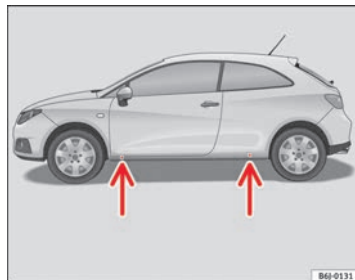

Fig. 137 Points d'appui du cric
- Cherchez sur le bas de caisse le point d'appui le plus proche de la roue à changer ⇒ fig. 137.
Des empreintes sur le bas de caisse à l'avant et à l'arrière du véhicule indiquent les points d'appui du cric ⇒ fig. 137. Un emplacement a été prévu pour chaque roue. Le cric ne doit pas être positionné à d'autres endroits.